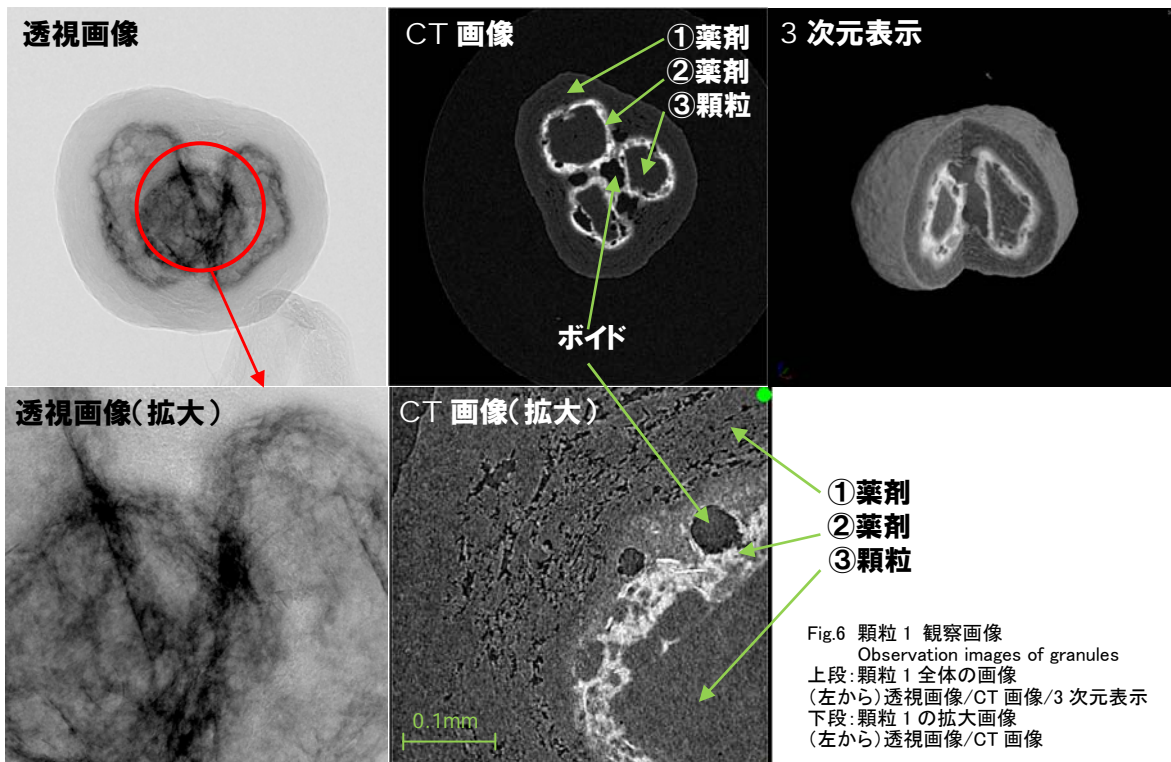

Fig.6 顆粒 1 観察画像
顆粒 1 の透視画像・CT 画像・3次元表示画像を Fig.6 に示します。
顆粒 1 は、密度の低い薬剤(Fig.6①)の中に、少し密度の高い薬剤(Fig.6②)でコーティングされた別の顆粒
(Fig.6③)が閉じ込められた3層構造であることが分かります。また拡大して CT 撮像をすると、①と②の薬剤(Fig.6①,②)の境界付近にボイドが存在していることも観察できます。